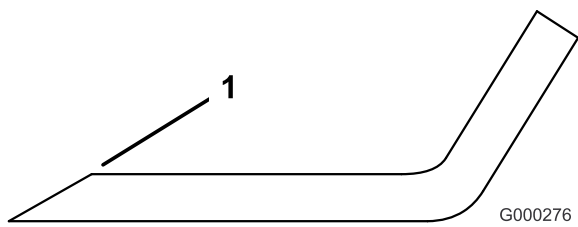

Figura 51
- Utilice una lima para afilar el filo de corte en ambos extremos de la cuchilla (Figura 51). Mantenga el ángulo original. La cuchilla permanece equilibrada si se retira la misma cantidad de material de ambos bordes de corte.